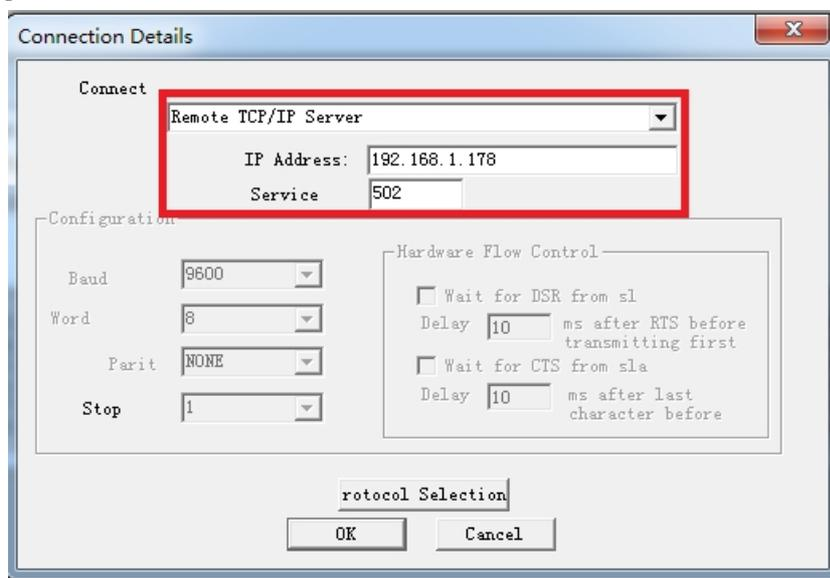

图 1
2. 选择菜单 Connection/Connect, 选择 Remote TCP/IP Server, 输入 TK 6000-LS 的 IP 地址, Service 端口为 502; 点击[OK]按钮, 如图 1 所示。